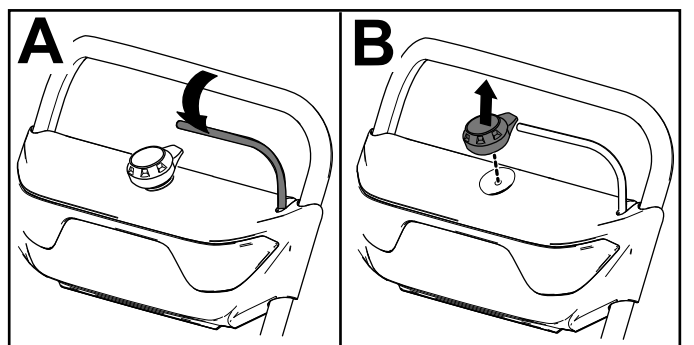

Figura 14
1. Suelte la barra (Figura 14, A).
2. Retire el botón de arranque eléctrico del arrancador eléctrico (Figura 14, B).